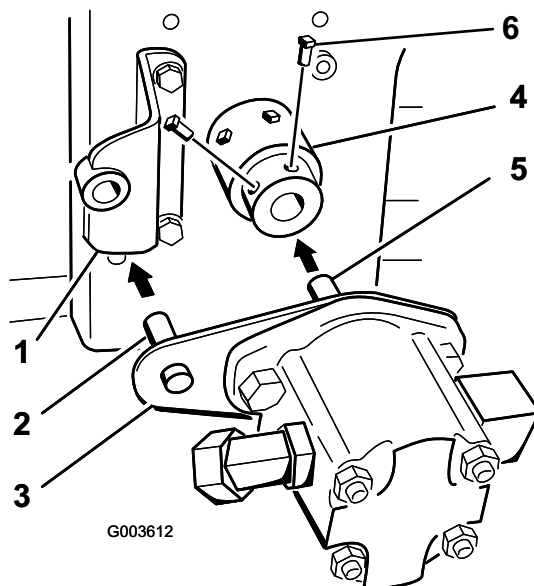

Figure 20
9. Insérez le goujon de la plaque de pompe dans le support de pompe quand vous montez l'arbre de pompe hydraulique dans l'ensemble moyeu. L'arbre de pompe hydraulique va toucher l'extrémité de l'arbre de PDF du moteur Figure 20.
l'ensemble moyeu pour le fixer à l'arbre de pompe hydraulique (Figure 20).